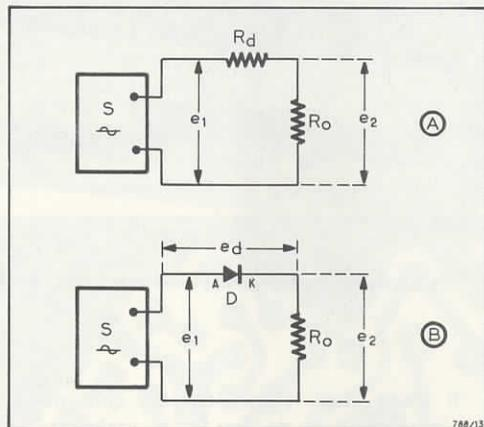

Fig. 13
Utilisons une source de signal alternatif, S, comme celle de la figure 13 (A) dont le montage comprend deux résistances R_d et R_o en série. Si la source S fournit un signal alternatif, la tension e_1 est égale à celle de la source et la tension e_2 est plus petite. Sa valeur se calcule comme dans le cas du continu. On a :
Revenons à la figure 13 (A), Remplaçons la résistance R_d par une diode redresseuse D dont on a indiqué l'anode A et la cathode K ce qui donne le schéma de la figure 13 (B). Ce schéma est exactement le schéma d'un redresseur de signaux alternatifs. Son fonctionnement est basé sur la propriété fondamentale des diodes suivante :
a) lorsque la tension e_1 appliquée à la diode (voir figure 13 B) est telle que l'anode A est positive par rapport à la cathode K, la résistance de la diode est faible et, de ce fait, la chute de tension qu'elle produit est faible dans cette résistance.
On dit alors que la tension obtenue avec le montage de la figure 13 (B) est redressée, puisqu'elle est maintenant constamment positive en pratique, mais elle n'est pas encore continue. L'adjonction de condensateurs donnera ce résultat, comme on le montrera par la suite.
Le montage de la figure 13 (B) deviendra alors, un redresseur complet comportant résistances, diode et filtres composés de capacités associées à des bobines et des résistances.